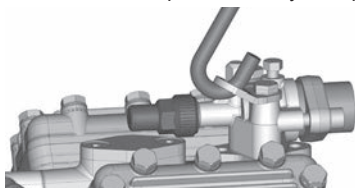
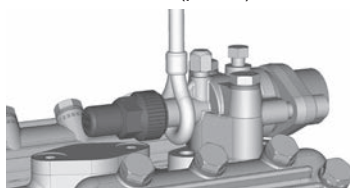

Рис. 4
Рис. 5
- Возможность транспортировки и подвешивания на транспортной петле (рис. 4) или непосредственно у запорного вентиля на линии нагнетания (рис. 5).